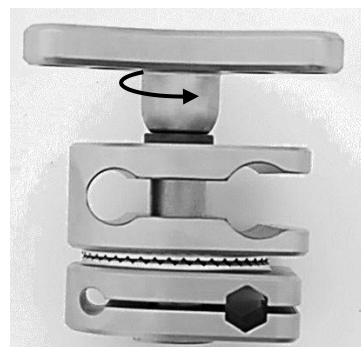

Fig. 20
Tourner la poignée en étoile (1) dans le sens inverse des aiguilles d'une montre jusqu'à ce qu'elle puisse être retirée (Fig. 20).